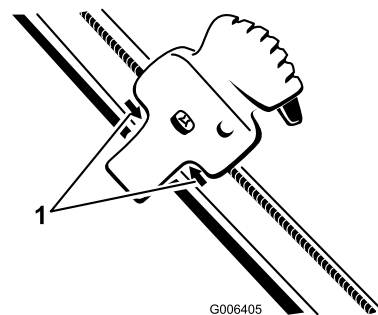

Bild 40
2. Positionieren Sie das Quick Shoot Bedienelement zwischen den zwei Pfeilen an der rechten Seite des oberen Griffs (Bild 40).